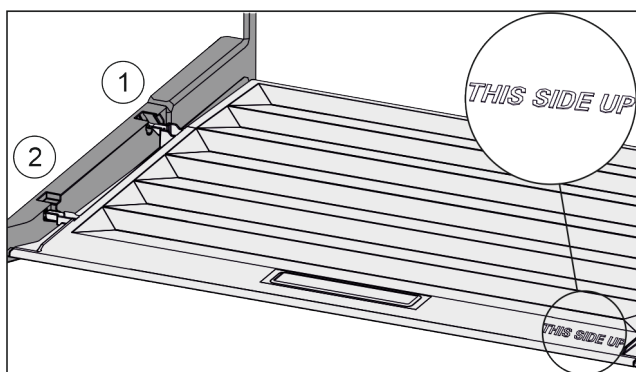

Fig. 135
- ▶ Introduzca los nervios de la tapa por la abertura del soporte trasero Fig. 135 (1) y encájelos por delante en el soporte Fig. 135 (2).